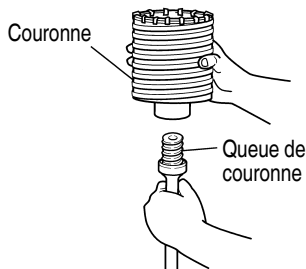

Fig. 24
- (1) Monter la couronne sur la queue de couronne. (Fig. 24)